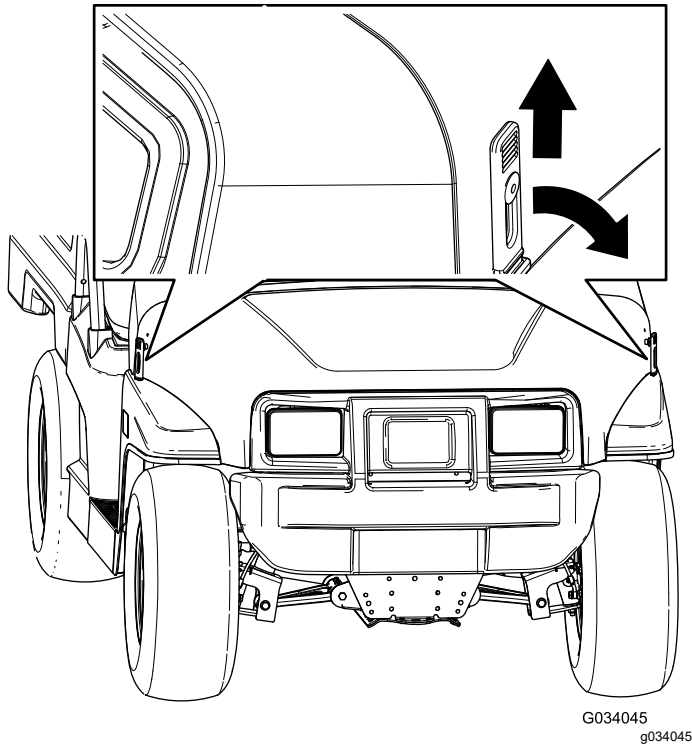

Figura 40
1. Eleve a pega dos trincos de borracha de cada lado do capot (Figura 40).